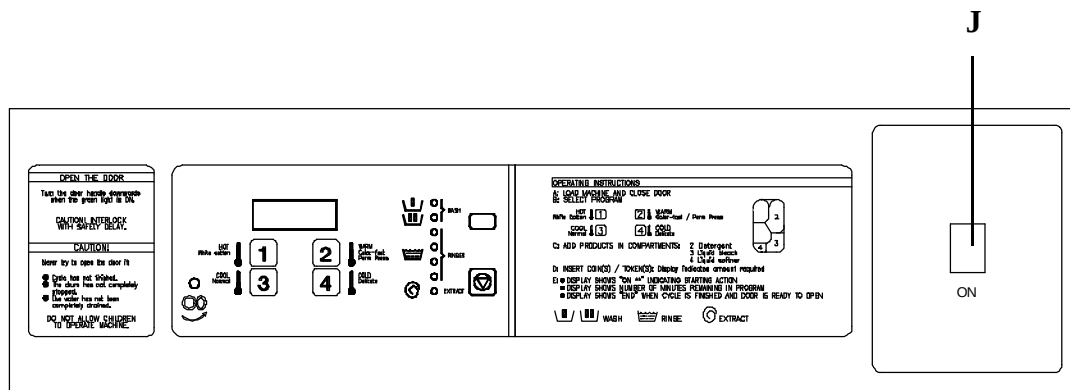

fig. 11
4.7.c. Special application with Start push-button (Refer to (fig. 11/J).
4.8.c.- Ejecución especial con pulsador de Marcha (fig. 11/J)
4.8.c.- Fonction spéciale avec bouton-poussoir de Marche (fig. 11/J)